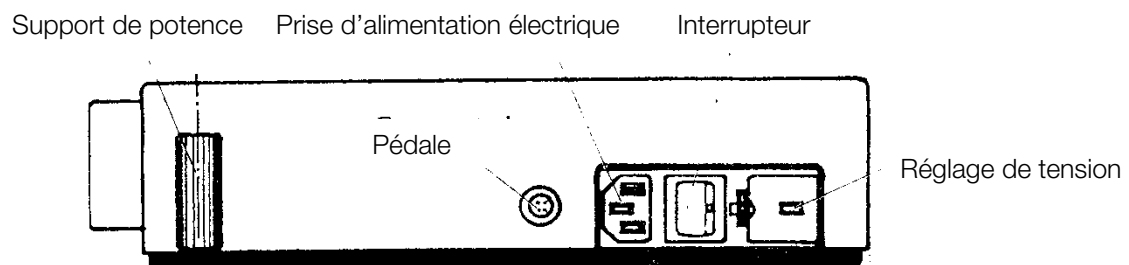

Fig. 1
Vérifier en premier lieu que le voltage de votre appareil correspond bien à celui de l'alimentation secteur – voir Fig. 1. Si ce n'était pas le cas contactez votre revendeur.
1. Raccorder le cordon d'alimentation électrique à la prise située à l'arrière de l'appareil (Fig. 1) et brancher sur une prise de courant avec terre.
2. Brancher le câble de la pédale dans la prise située à l'arrière de l'appareil (Fig. 1).
3. Fixer la potence dans le support situé à l'arrière de l'appareil (Fig. 1).